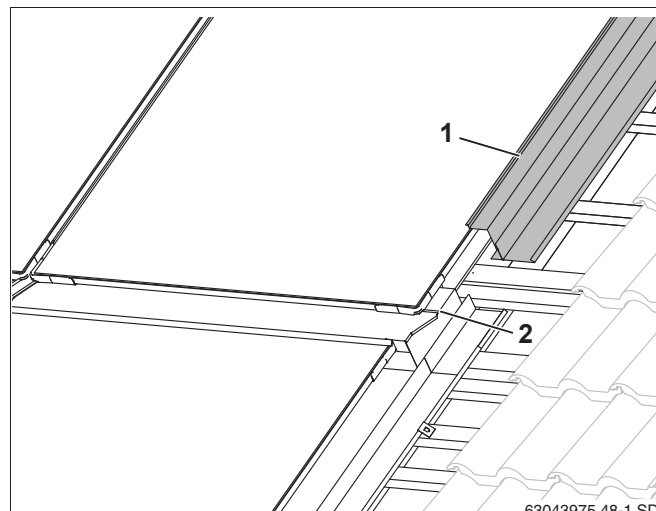

Рис. 54 Боковой накладной лист, верхний ряд
- ▶ Верхние боковые накладные листы (рис. 54, поз. 1) смонтируйте так же, как нижние (Глава 10.2 "Боковые накладные листы").
- ▶ Сдвиньте боковые накладные листы на фальц среднего накладного листа (рис. 54, поз. 2).